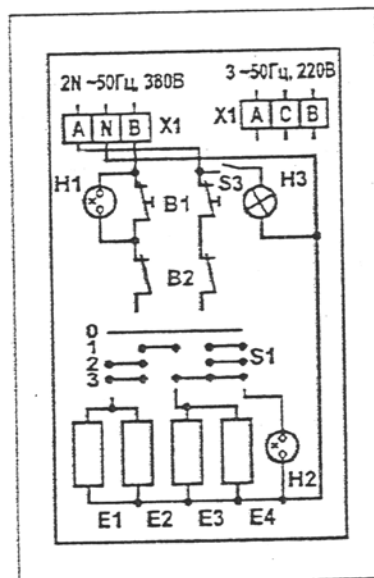

Рис.3
1.4.3.1 Принципиальные электрические схемы изделий приведены на рис.3,4, а перечень ее элементов в табл.3,4.
При подключении шкафов к сети с напряжением 3~50 Гц 230 (220)В на блоке зажимов Х1 подсоединить три провода (А,В,С) (Рис.3)